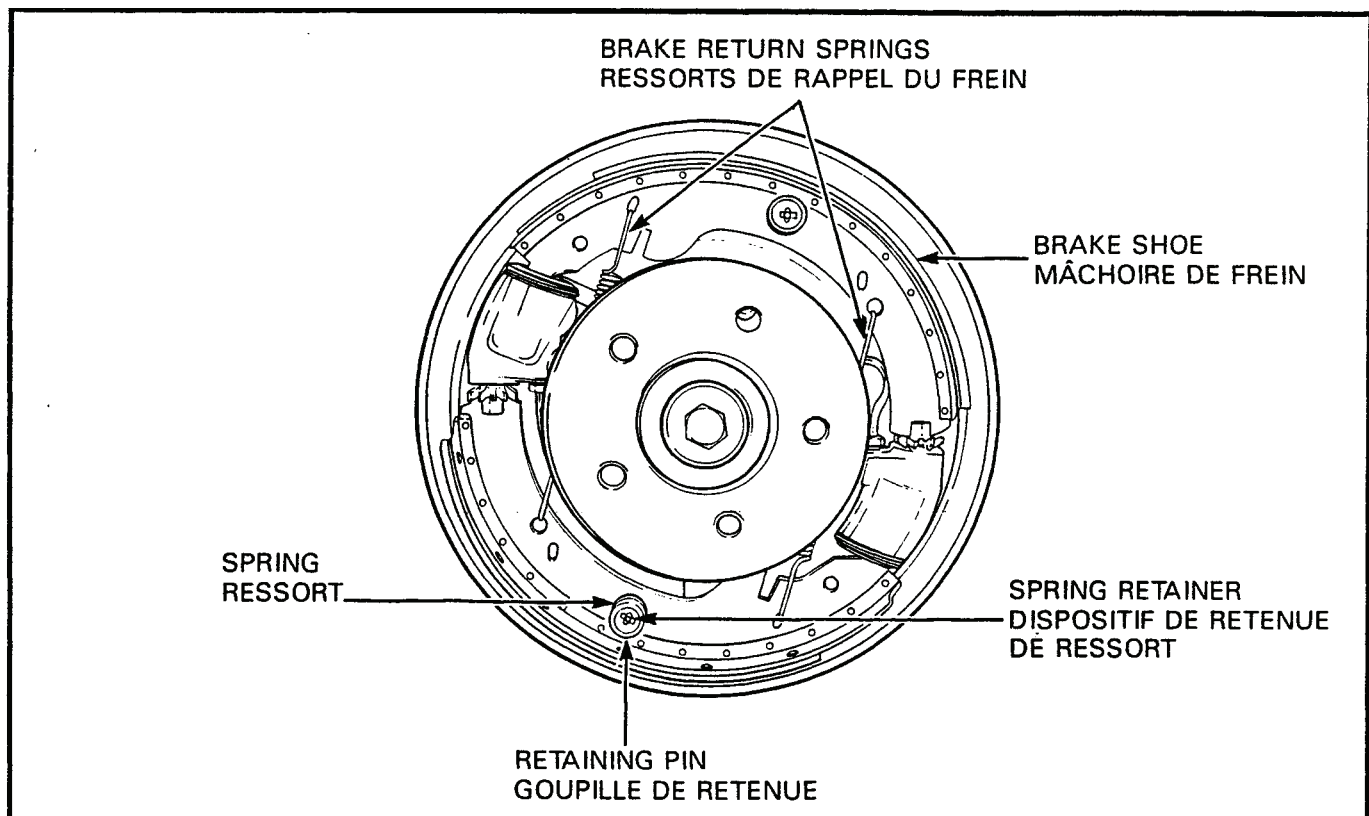

Figure 4-2-4 Front Brake Shoe Assembly (R/H Side)
15. **Removal** — To remove, see Figure 4-2-4 and proceed as follows:
15. **Dépose** — Pour enlever les mâchoires, voir figure 4-2-4, et procéder comme suit: